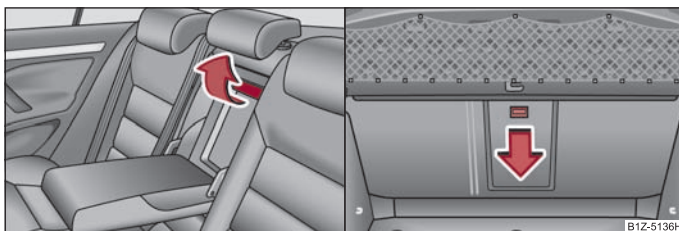

Abb. 100 Rücksitze: Griff des Deckels / Gepäckraum: Entriegelungstaste
- Ziehen Sie den Griff bis zum Anschlag nach oben und klappen den Deckel nach unten auf → Abb. 100 - links.
- Schieben Sie die Entriegelungstaste nach unten → Abb. 100 - rechts und klappen den Deckel (mit Armlehne) nach vorn.